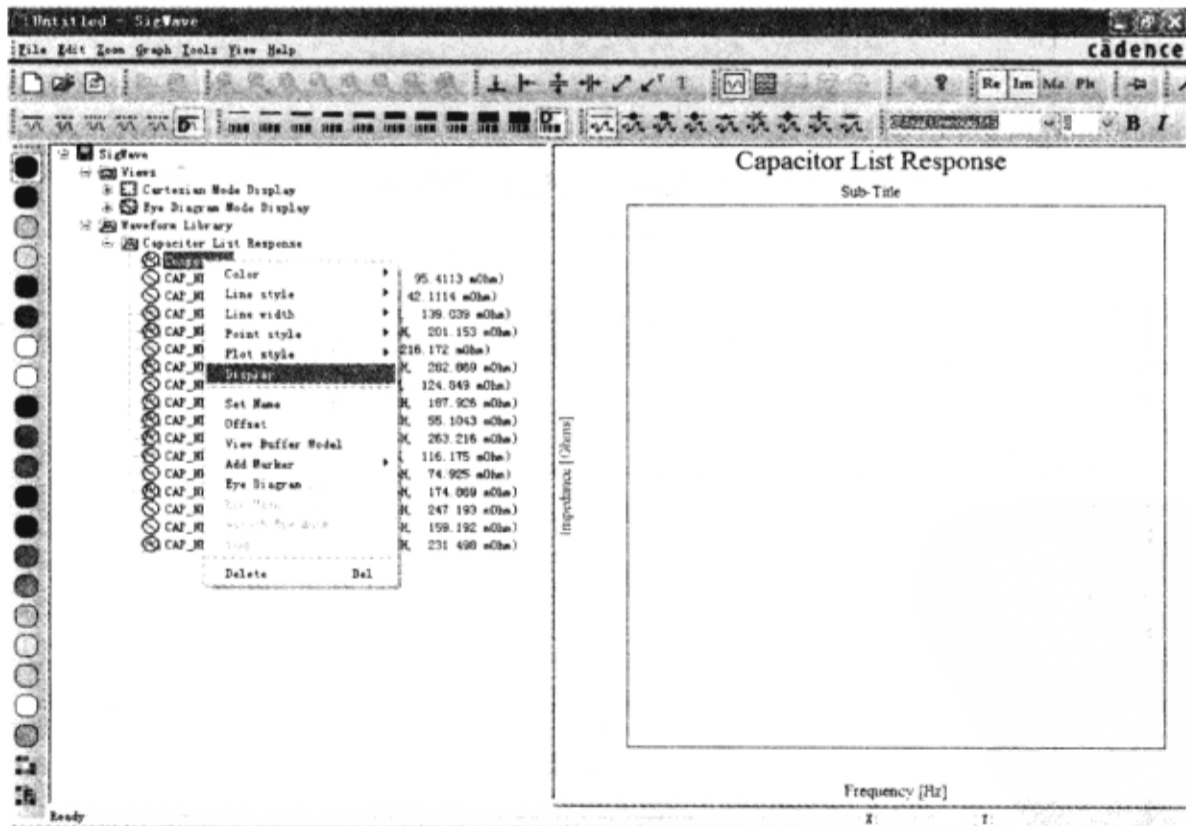

图 8-8-75 取消显示文件夹下的响应曲线
(5) 在合成曲线 (Composite) 上单击鼠标右键，在弹出的菜单中选择“Display”，如图 8-8-75 所示。